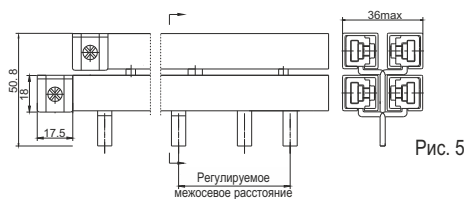

Рис. 5
4. Монтаж производится в форме параллельного соединения, четырех независимых групп см. рис. 5